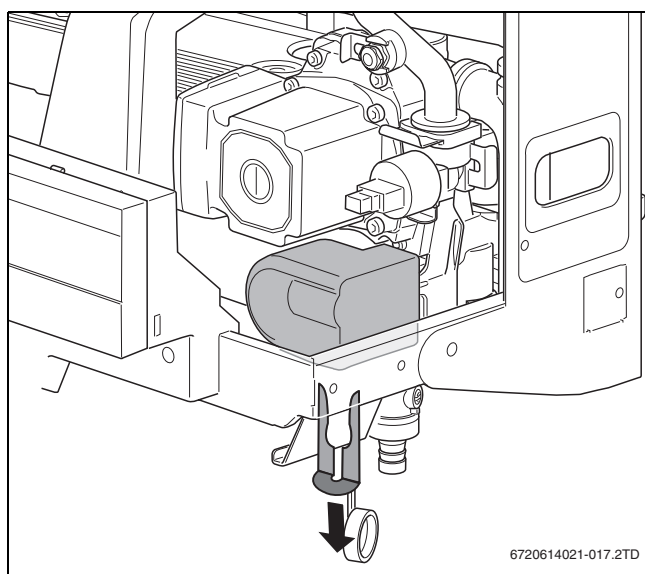

Bild 16 Sicherungssplint am 3-Wege-Ventil entfernen
- Sicherungssplint vom internen 3-Wege-Ventil nach unten abziehen (→ Bild 16).